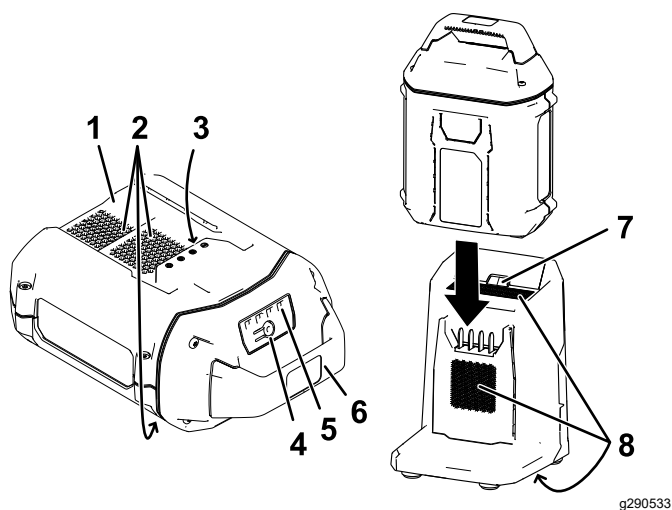

Figura 13
2. Alinhe a cavidade na bateria (Figura 13) com o ressalto no carregador.
3. Deslize a bateria para o carregador até que fique totalmente encaixada (Figura 13).